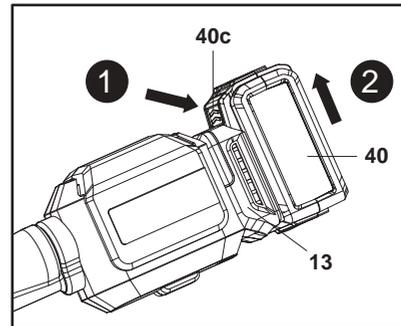

Fig. 22
2. Pulse el botón de liberación (40c) y saque la batería (40) del puerto de conexión de la batería (13) (Fig. 22)